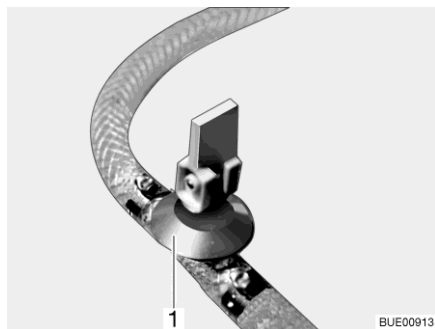

Bild 196 Ablasshahn (mit Kipphebel)
- Alle Ablasshähne öffnen. Dazu den Kipphebel des Ablasshahns (Bild 196,1) senkrecht stellen.